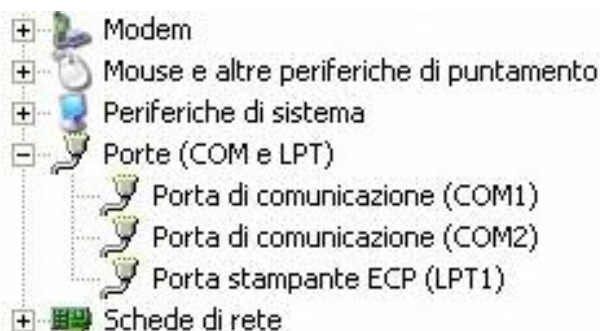

Figura 1
2. dal menu start selezionare *Pannello di controllo* → *Sistema* → *Hardware* → *Gestione Periferiche* e selezionare *Porte (COM e LPT)*. (Figura 1)